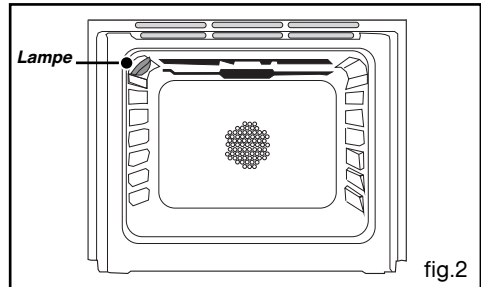

fig.2
• **Grille sécurité anti-basculement fig.2**
- Desserrez les vis du serre-câble (fig.2).
- Introduisez le câble d'alimentation par le côté du capot et dans le serre-câble situé à droite du bornier. (Reportez-vous au tableau de la page précédente pour le choix de la section du câble) (fig.2).
A l'intérieur du four (fig. 2) :